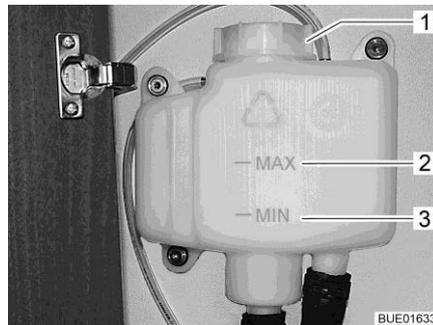

Fig. 186 Recipiente de compensación sin panel
- Comprobar si en el recipiente de compensación (Fig. 186) el líquido está entre las marcas "MIN" (Fig. 186,3) y "MAX" (Fig. 186,2).
- Abrir la tapa giratoria (Fig. 186,1) del recipiente de compensación.